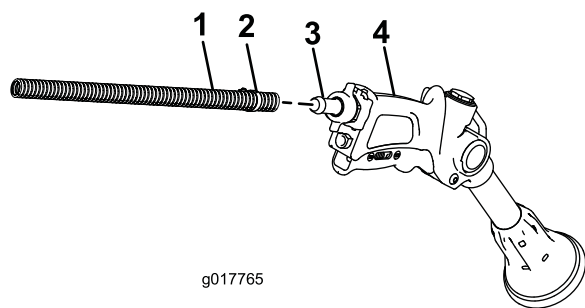

Figure 20
2. Connectez l'extrémité libre du long flexible au raccord du pistolet pulvérisateur (Figure 20).